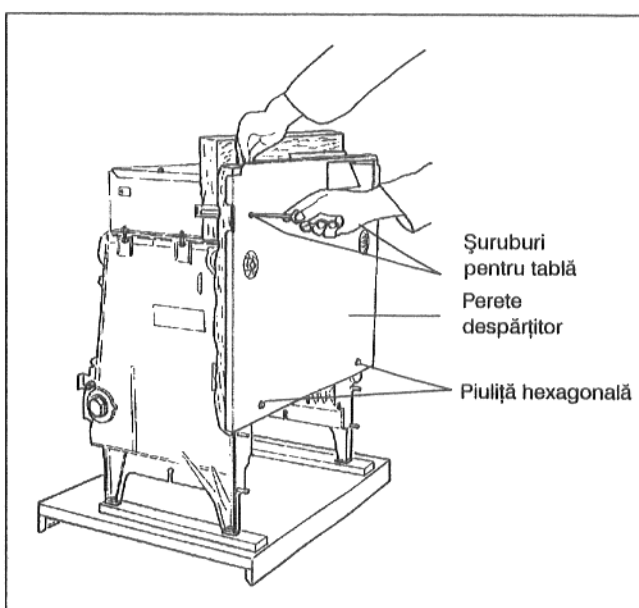

Fig. 19
- Se înșurubează peretele despărțitor cu șaibe și piulițe pe știftul filetat (Fig. 19).
- Se înșurubează peretele despărțitor cu două șuruburi pentru tablă pe consolele peretelui despărțitor (Fig. 19).